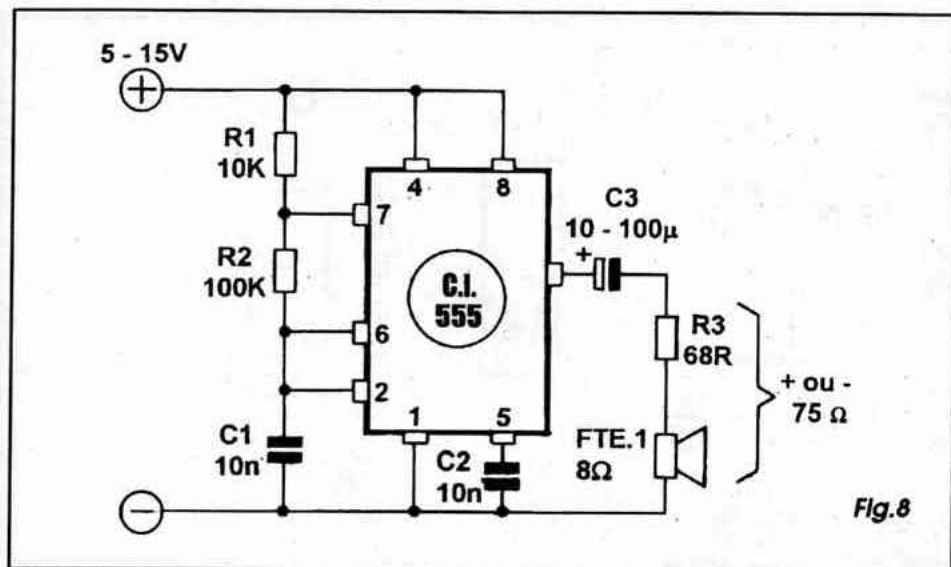
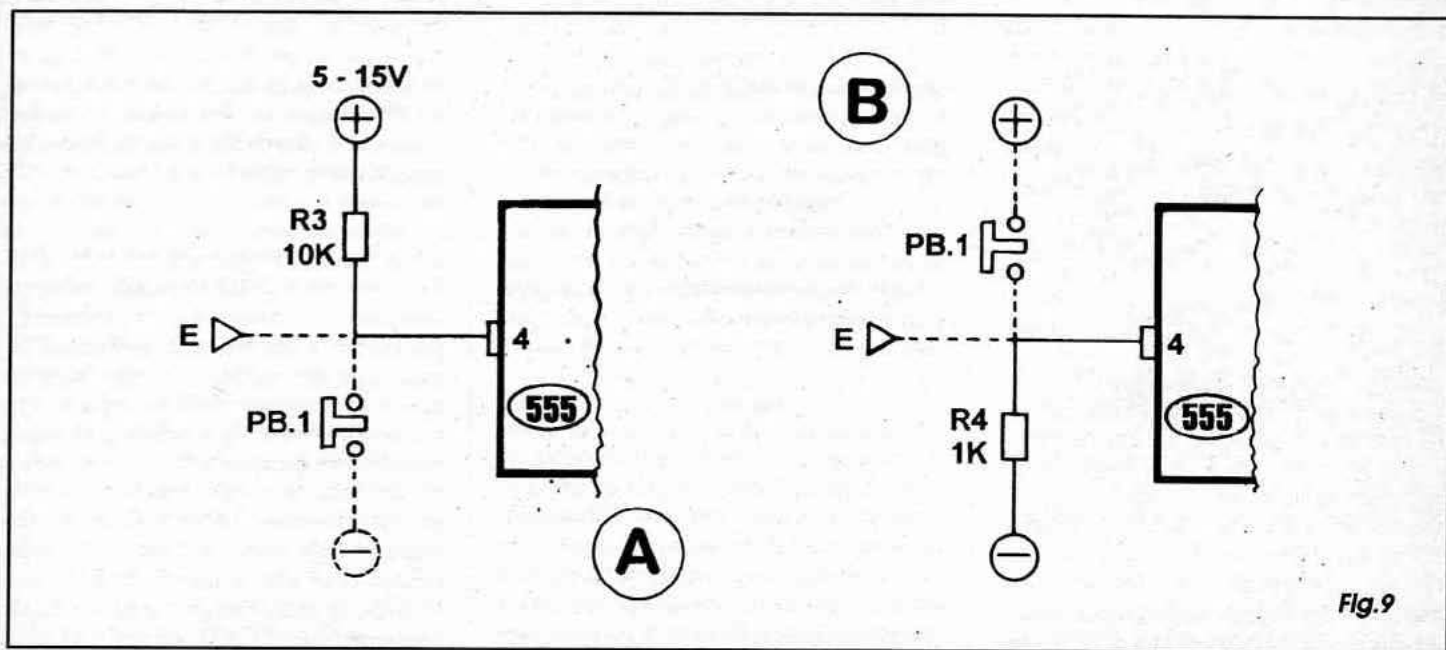
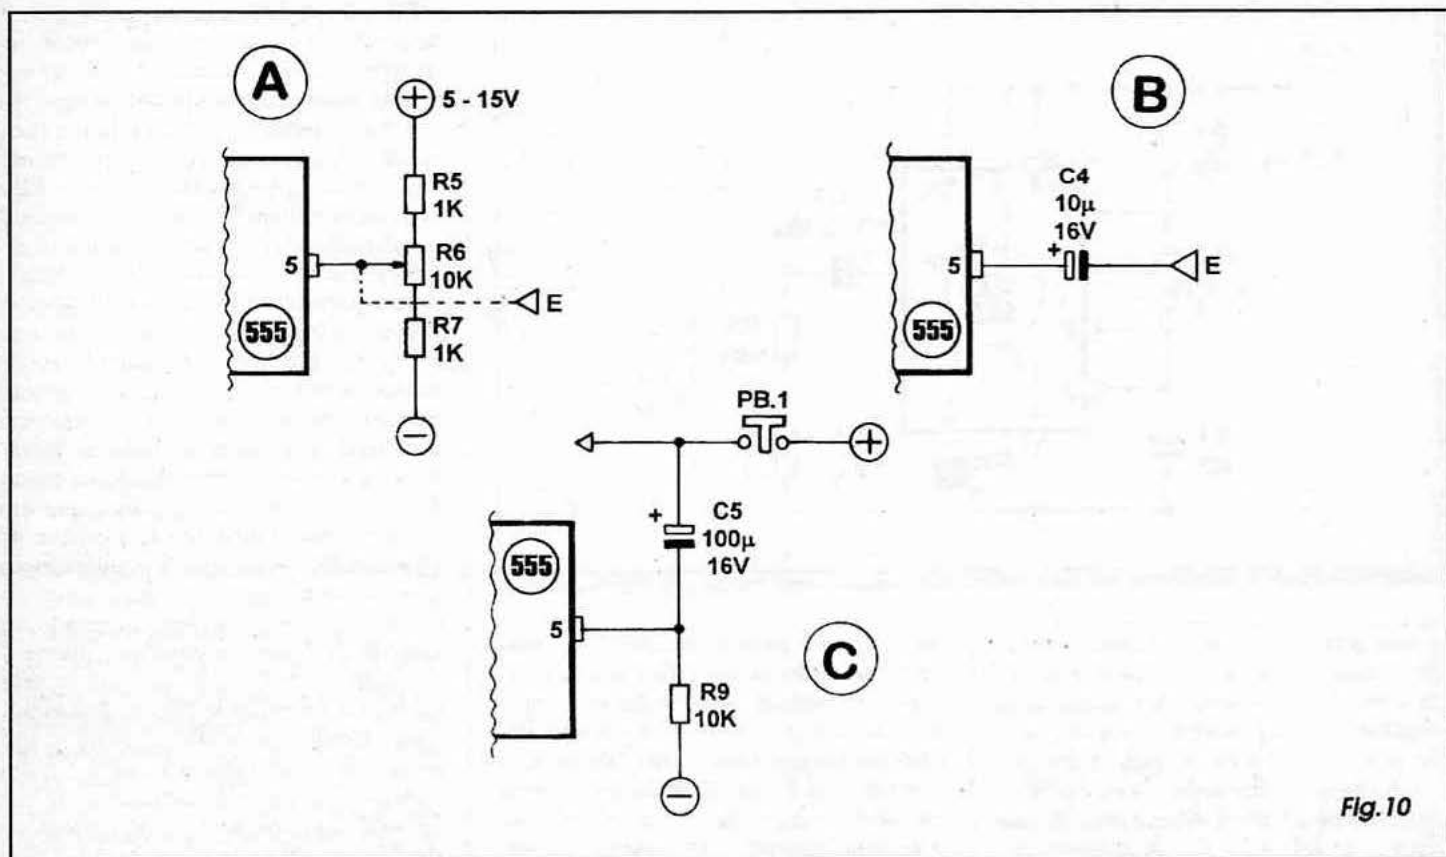

Fig.8
Fig.9
Fig. 10
- FIG. 8 - Com a possibilidade de se aplicar integrados de baixo custo aos circuitos mais simples, a elaboração de geradores diretos de som, desde os mais elementares até os mais sofisticados ficou ao alcance do estudante e do hobbysta, num grau de facilitação nunca antes alcançado! As montagens resultam grandemente simplificadas, sintetizadas, reduzidas em componentes e ligações... Um circuito já tradicional no gênero é o mostrado, com um integrado 555 na sua função de astável... Detalhes técnicos e teóricos do circuito já foram vistos pelo caro leitor/aluno na distante aula do ABCDE que tratou justa-
- FIG. 9 - O 555, através do seu pino 4 (que não foi *visualmente mencionado* no diagrama básico anterior...) pode ter sua função osciladora controlada ou até (crucamente...) *modulada*, com relativa facilidade! No item A vemos um arranjo simples no qual pressionando-se PB1 (um *push-button* Normalmente Aberto) a oscilação pára, ou seja: o som que estava presente na saída do circuito cessa, assim permanecendo enquanto durar a pressão sobre o *push-button*. Notar que é possível também um controle totalmente eletrônico, já que um nível de tensão próximo de zero volt (ou seja: em potencial próximo ao da linha do **negativo** da alimentação) aplicado ao ponto E inibe a oscilação, enquanto que um nível de tensão próximo ao **positivo** da alimentação (+5 a +15 V), aplicado ao mesmo ponto, autoriza a geração do sinal sonoro. Já no arranjo mostrado no item B da figura, a condição prévia é invertida: a oscilação *apenas ocorre* quando o interruptor PB1 está pressionado, ficando proibida enquanto o dito *push-button* permanecer *solto*... Num controle puramente eletrônico, se for aplicado ao ponto E um nível correspondente ao **positivo** da alimentação, o som surge, enquanto que, aplicando-se ao dito ponto um nível de tensão próximo a zero volt, a oscilação cessa, assim permanecendo enquanto durar o sinal, inibidor ou autorizador aplicado ao tal terminal de controle E... Observar que nos dois itens da FIG. 9, estamos pressupondo que o restante do circuito está como no esquema básico (FIG. 8).
- FIG. 10 - Nos arranjos das figuras anteriores, uma modulação *crua*, tipo tudo ou nada, pode ser obtida pela aplicação de um sinal em forma de onda quadrada ou retangular, composto de pulsos bem definidos... Entretanto, se uma real modulação for requerida, as alterações proporcionais de frequência podem ser obtidas pela aplicação de níveis de tensão ao pino 5 do 555 (caso em que, normalmente, não se coloca o capacitor C2 visto na FIG. 8). No item A vemos que esse nível de *tensão de controle* tanto pode ser aplicado através de um divisor, no caso formado pelos resistores R5 e R7, mais o potenciômetro R6 (através do qual torna-se prática a variação manual do dito nível de controle...), quanto por um sinal (nível) externo ao ponto E, proveniente de qualquer outro arranjo circuitual ativo ou passivo, capaz de gerar ou oferecer tensões entre o zero e o equivalente ao positivo da linha de alimentação do oscilador... O item B mostra uma forma simples de se aplicar modulação de frequência num oscilador básico com 555 (sempre supondo que o arranjo básico do dito oscilador está como na FIG. 8...). Através do capacitor C4 o pino 5 do integrado pode receber - por exemplo - um sinal oscilatório externo, normalmente de frequência *menor* do que a nominal no circuito do 555, que modulará, influenciará, a frequência bá-
sinais produzidos pelo 555, ao alto-falante. No caso, um transformador de saída, do tipo normalmente usado em circuitos transistorizados, executa o casamento de impedâncias (super-importante para o bom aproveitamento e baixa distorção, conforme já aprendemos em aulas anteriores da presente série...). O capacitor C4 faz o trabalho de bloqueio de C.C. (igual à função do componente em semelhante posição, na FIG. 8). Nesse tipo de arranjo torna-se desnecessário o resistor limitador em série com a carga, com o que podemos reaver a parte da potência perdida nos acoplamentos mais simples, já mostrados... Um lembrete final: em todos os exemplos típicos até agora mostrados, especialmente considerando os circuitos com 555, a tensão geral da alimentação deve ficar dentro dos parâmetros aceitos pelos componentes (5 a 15 V, para o 555) e, de um modo geral, a potência sonora final obtida é sempre proporcional a essa tensão de alimentação... A velha Lei de Ohm diz que uma voltagem maior força a passagem de uma corrente também maior sobre uma resistência fixa, e como a potência é função tanto da corrente quanto da tensão...